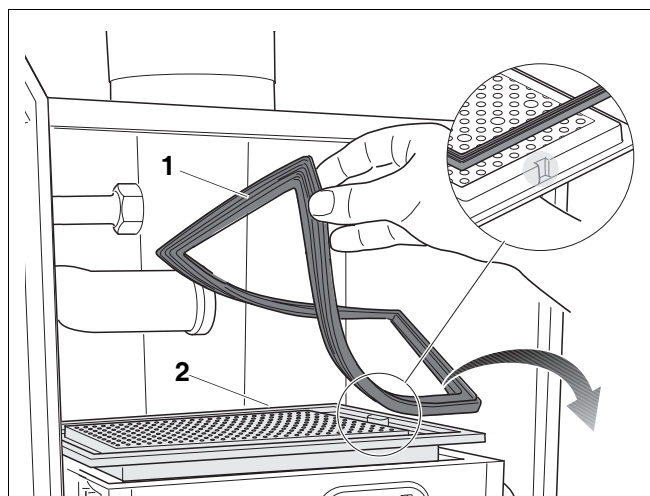

Fig. 116 Aftagning af brænder og brænderpakning
- Tag brænderpakningen (fig. 116, **pos. 1**) af, og udskift den ved behov.
- Tag brænderen (fig. 116, **pos. 2**) af, og rengør den med trykluft eller en blød klud på alle sider.
Sørg for, når brænderen sættes ind igen, at indhakkert sidder på højre side (fig. 116, **forstøret**).